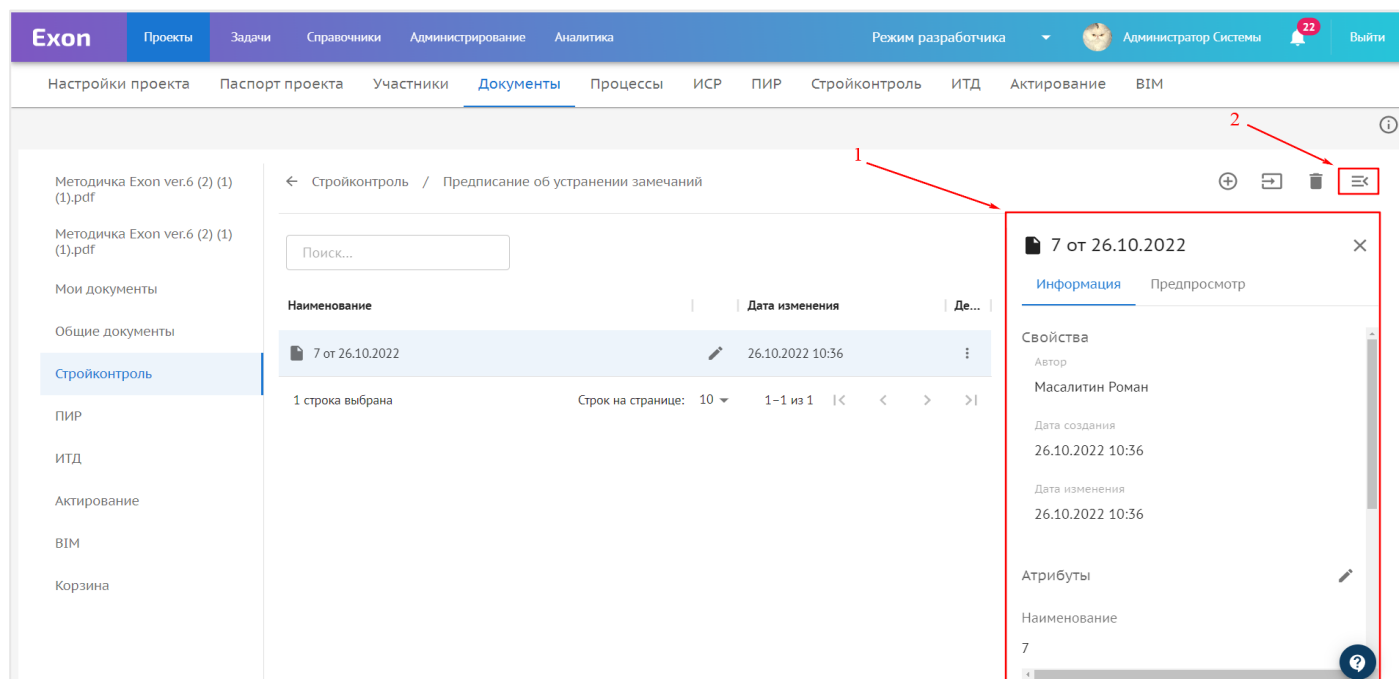

Рис. 46 – Карточка документа
Если кликнуть на загруженный документ/папку, то справа откроется карточка (1), где будет отображена информация о документе/папке и появится возможность предпросмотра. Закрыть карточку можно через три полоски в правом верхнем углу (2) (рис.46).